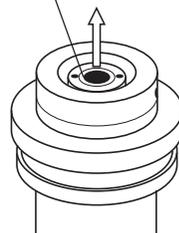

図4.
- 2) 次に結像レンズ部をカニ目ツールを用いて反時計回りにまわして取り出します(図4参照)。(カニ目ツールはオプションのCマウントアダプタJVA用に付属しています。)